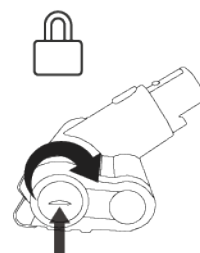

Figure 24
5. Fixer le balai à moteur Sidekick en tournant le verrou, sur le côté, vers la droite à l'aide d'un tournevis à tête plate, jusqu'à ce que l'accessoire se verrouille en place (Figure 24).